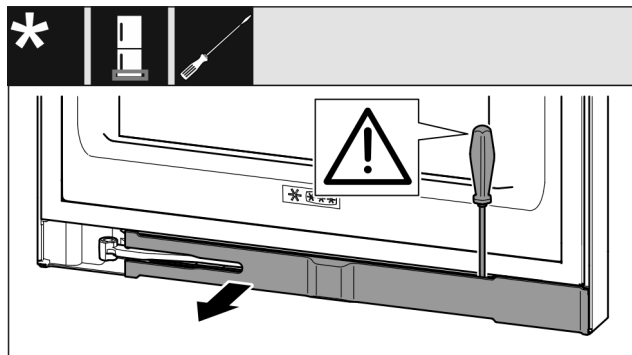

Fig. 13
- Odvijačem s ravnom glavom odvojite masku i zakrenite je na stranu. (pogledajte Fig. 13)